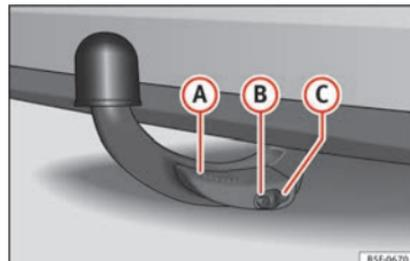

Fig. 232 Boule amovible fixée correctement » »
- Le levier **(A)** » » fig. 232 est totalement relevé.
- La broche de déverrouillage **(B)** » » fig. 232 ressort complètement (sa partie rouge et verte est visible).
- Le cache **(C)** » » fig. 232 est mis en place sur la serrure.